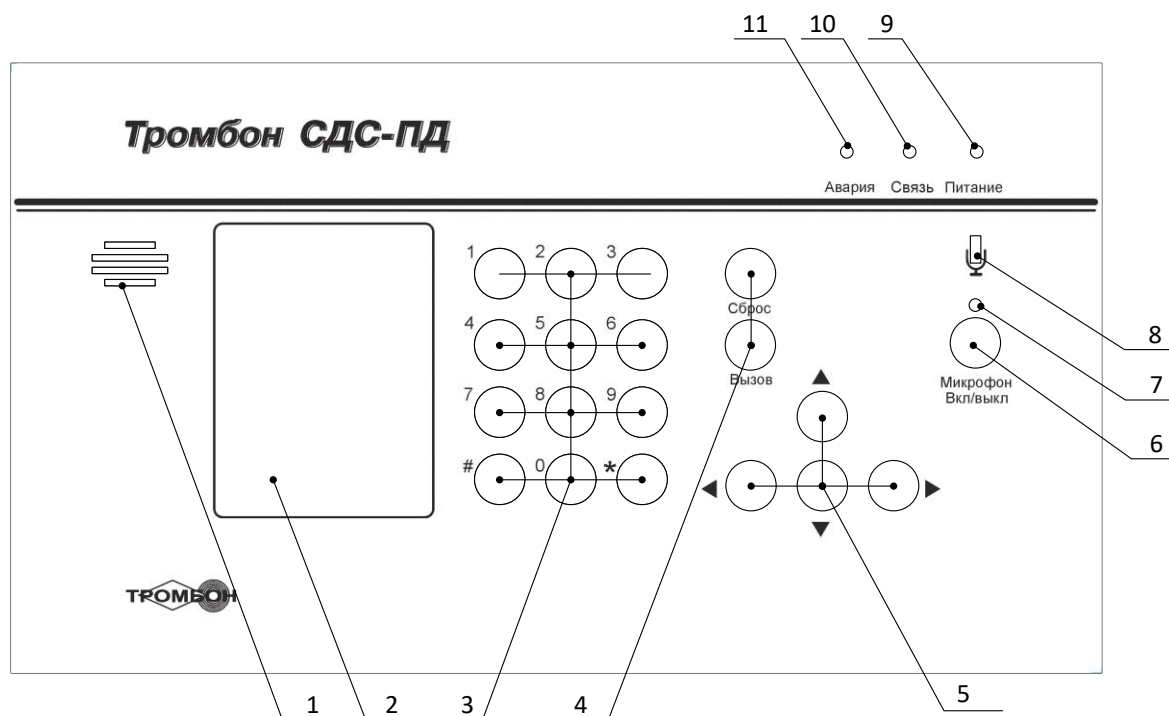
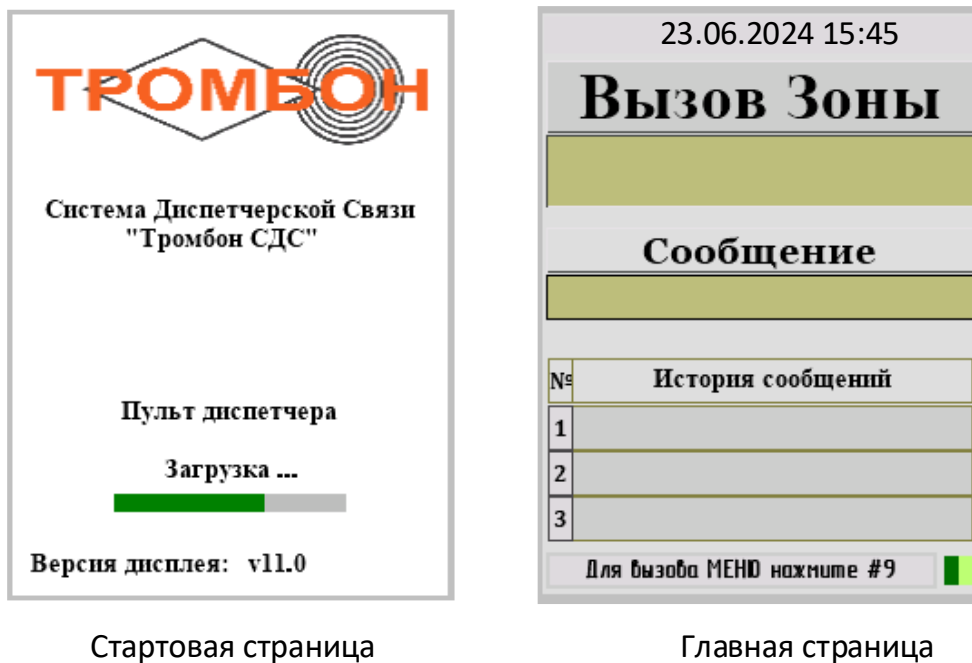

рис. 2.1
Рис. 3.3
Внешний вид лицевой панели СДС-ПД приведен на рис. 2.1.
3.3 После включения питания оборудование выполнит загрузку программного обеспечения (далее — ПО). Проконтролируйте свечение индикатора «Питание» и индикатора «Связь» на лицевой панели ПД (рис. 2.1, поз. 9 и 10). На дисплее должна сначала отобразиться страница загрузки. После полной загрузки ПО отобразится главная страница (рис. 3.3) и прозвучит сигнал приветствия.